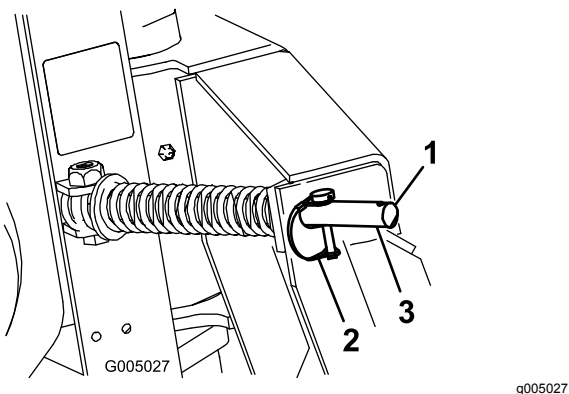

Рисунок 6
1. Переставьте штифты с кольцами в наружные отверстия штоков с пружинами, чтобы плуг мог отклоняться в стороны (Рисунок 6).
1. Переставьте штифты с кольцами во внутренние отверстия штоков с пружинами, чтобы предотвратить отклонение плуга в стороны (Рисунок 6).